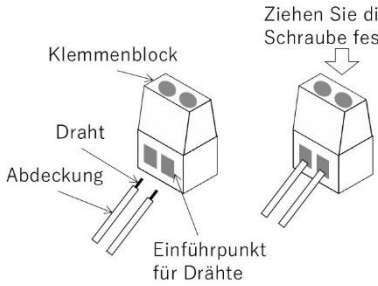

Abb. 4.2
- Entfernen Sie für die Verkabelung mit der Kommunikations- und externen Ein-/Ausgangsklemme 6 mm der Abdeckung von den Drähten und stecken Sie sie aus der horizontalen Richtung der Klemme ein. Sichern Sie die Drähte, indem Sie die Schraube von der Oberseite des Klemmenblocks aus festziehen (Abb. 4.2).
- (1) Verkabelung von der Seite des Geräts
- Der in Abb. 4.2 gezeigte Kabel-Einfügapunkt an der Klemme kann geschlossen werden. Öffnen Sie vor dem Einführen den Einfügapunkt.